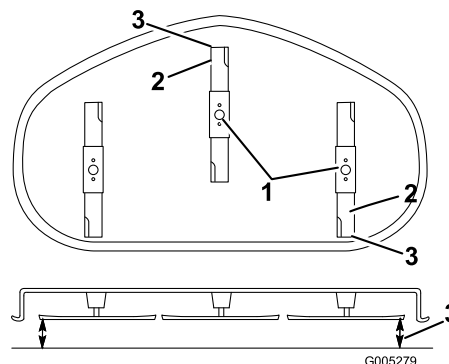

Figura 43
5. Impostate l'altezza di taglio alla posizione **D** (76 mm), e fate girare con cautela le lame in modo che siano disposte longitudinalmente (Figura 43).
6. Misurate il valore dalla punta della lama anteriore e dalla punta della lama posteriore alla superficie piana (Figura 43). Se la punta della lama anteriore non è inferiore alla punta della lama posteriore di 1,6–7,9 mm, regolate il dado di bloccaggio anteriore.
più bassa di 1,6–7,9 mm rispetto a quella posteriore (Figura 43).